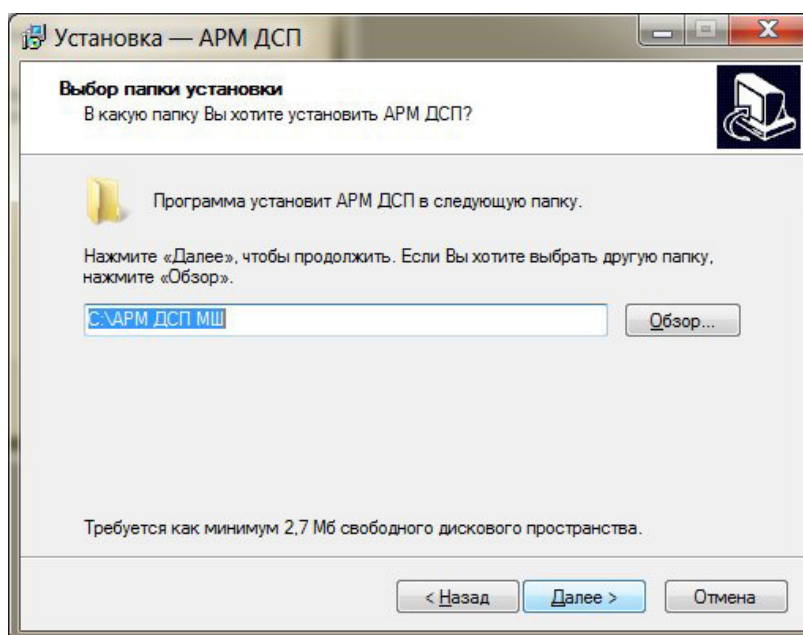

Рисунок 25 – Окно выбора папки установки
6. В следующем окне (Рисунок 25) предлагается выбрать место установки программного обеспечения. Рекомендуется устанавливать в предложенное программой место и нажать кнопку «далее». Если хотите установить в другую папку, то нажимаем кнопку «обзор» и самостоятельно выбираем место установки и затем нажимаем кнопку «далее».